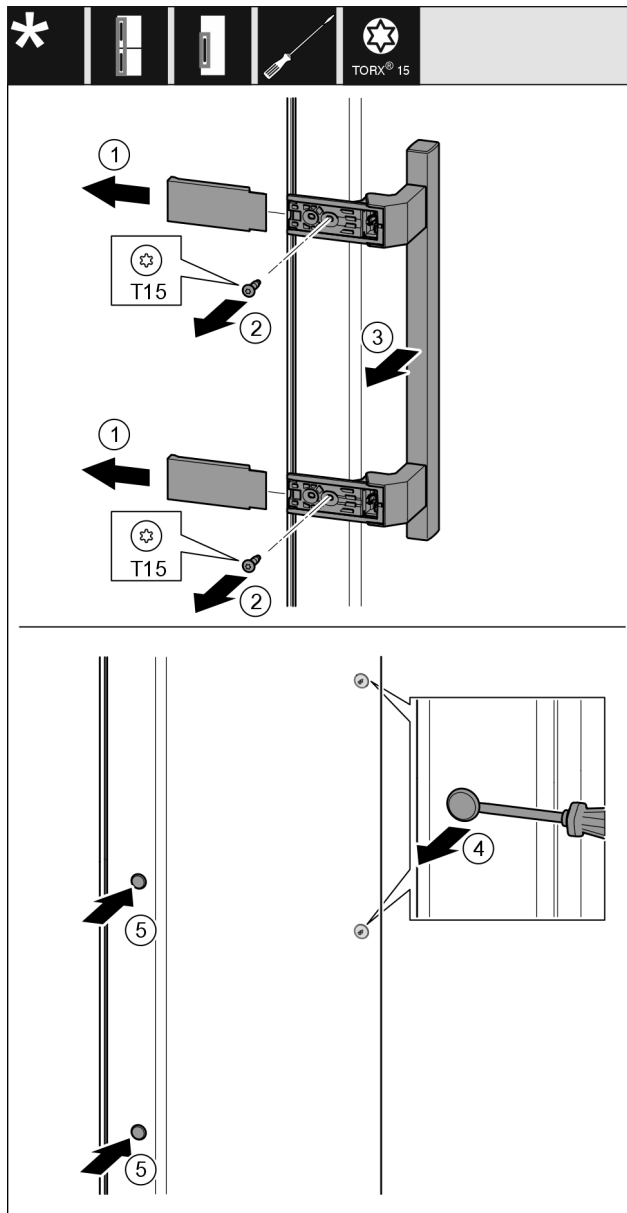

Fig. 22
- ▶ Štáhněte kryt Fig. 22 (1).
- ▶ Šroubovákem vyšroubujte šrouby Fig. 22 (2).
- ▶ Sejměte madlo Fig. 22 (3).
- ▶ Postranní zátku Fig. 22 (4) opatrně plochým šroubovákem nadzvedněte a vytáhněte.
- ▶ Zátku Fig. 22 (5) opět vložte na druhé straně.